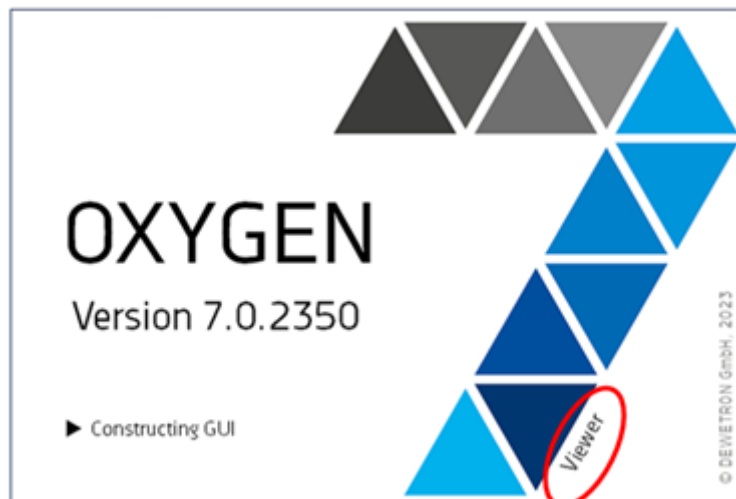

Abb. 3.21: Splash Screen für den OXYGEN Viewer
- Wenn eine Messdatei geöffnet wird, wird sie mittels OXYGEN Viewer geladen. Es können mehrere OXYGEN Viewer parallel mit einer OXYGEN Instanz offen sein. Zum Öffnen einer Messdatei kann diese einfach doppelt angeklickt werden, dannach öffnet sicher der Splashscreen mit dem Zusatz „Viewer“, wie in Abb. 3.21 dargestellt.